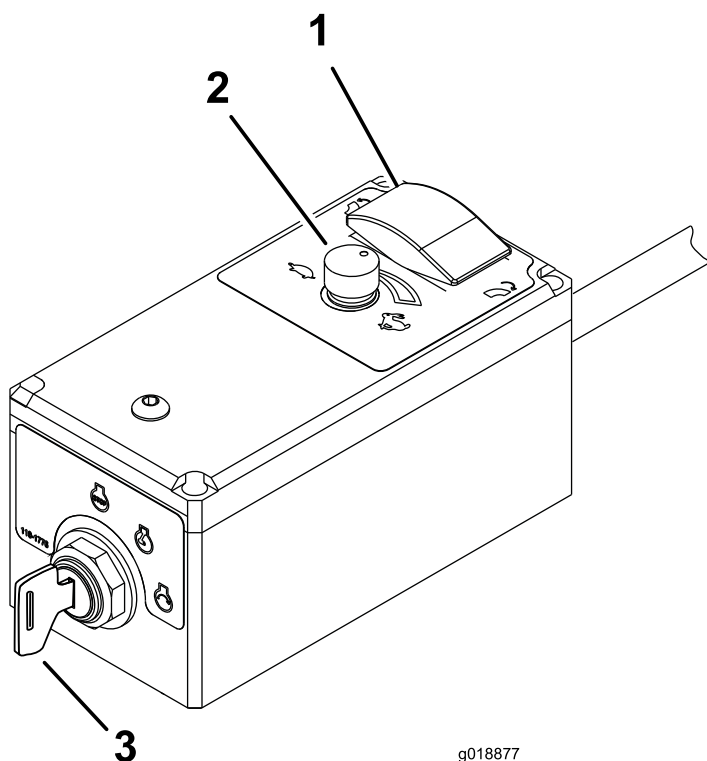

Рисунок 10
3. Поверните ключ замка зажигания двигателя по часовой стрелке в положение ПУСК (START), чтобы запустить двигатель; отпустите ключ после запуска двигателя (Рисунок 10).
- Если вы покидаете машину, поверните ключ зажигания двигателя в положение ВЫКЛ. (OFF) и выньте его из выключателя (Рисунок 10).